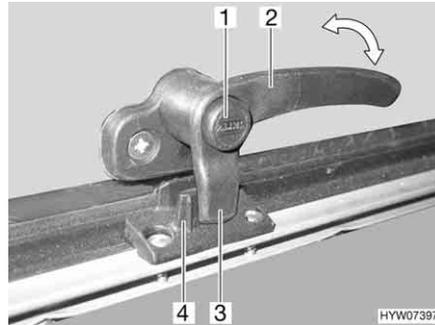
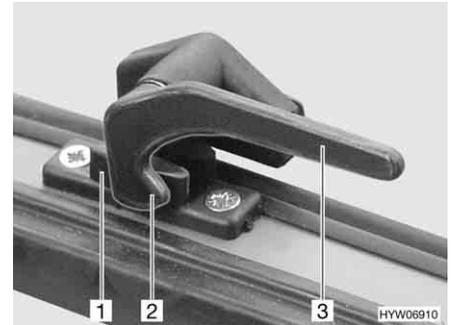

Fig. 53 Palanca de bloqueo con botón de seguridad en la posición "cerrado"
Fig. 54 Palanca de bloqueo en la posición de "cerrado"
- Si existe, pulsar el botón de seguridad (Fig. 53,1) y mantenerlo pulsado.
- Girar la palanca de bloqueo (Fig. 53,2 ó Fig. 54,3) un cuarto de vuelta hacia la mitad de la ventana.
- Girar la palanca de bloqueo (Fig. 53,2 ó Fig. 54,3) un cuarto de vuelta hacia el marco de la ventana. El saliente de bloqueo (Fig. 53,3 ó Fig. 54,2) de la palanca de bloqueo se encuentra en la cara interior del bloqueo de la ventana (Fig. 53,4 ó Fig. 54,1).
- En la posición "cerrada fijamente" (Fig. 53 y Fig. 54)